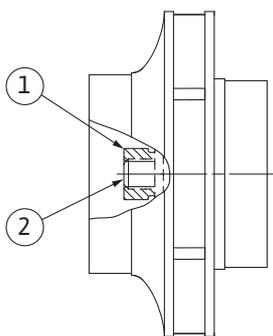

Fig. 102: Position correcte de l'écrou de blocage de roue après le montage
8. Maintenir l'arbre avec une clé (de 22 mm) et serrer l'écrou de blocage de roue selon le couple de serrage prescrit (voir tableau « Couples de serrage » [► 28]). L'écrou (Fig. 102, pos.1) doit affleurer à $\pm 0,5$ mm l'extrémité de l'arbre (Fig. 102, pos.2). Si ce n'est pas le cas, desserrer l'écrou et répéter les étapes 4 à 8.
9. Retirer la clé plate et remonter la tôle de protection (Fig. I/III, pos. 27).